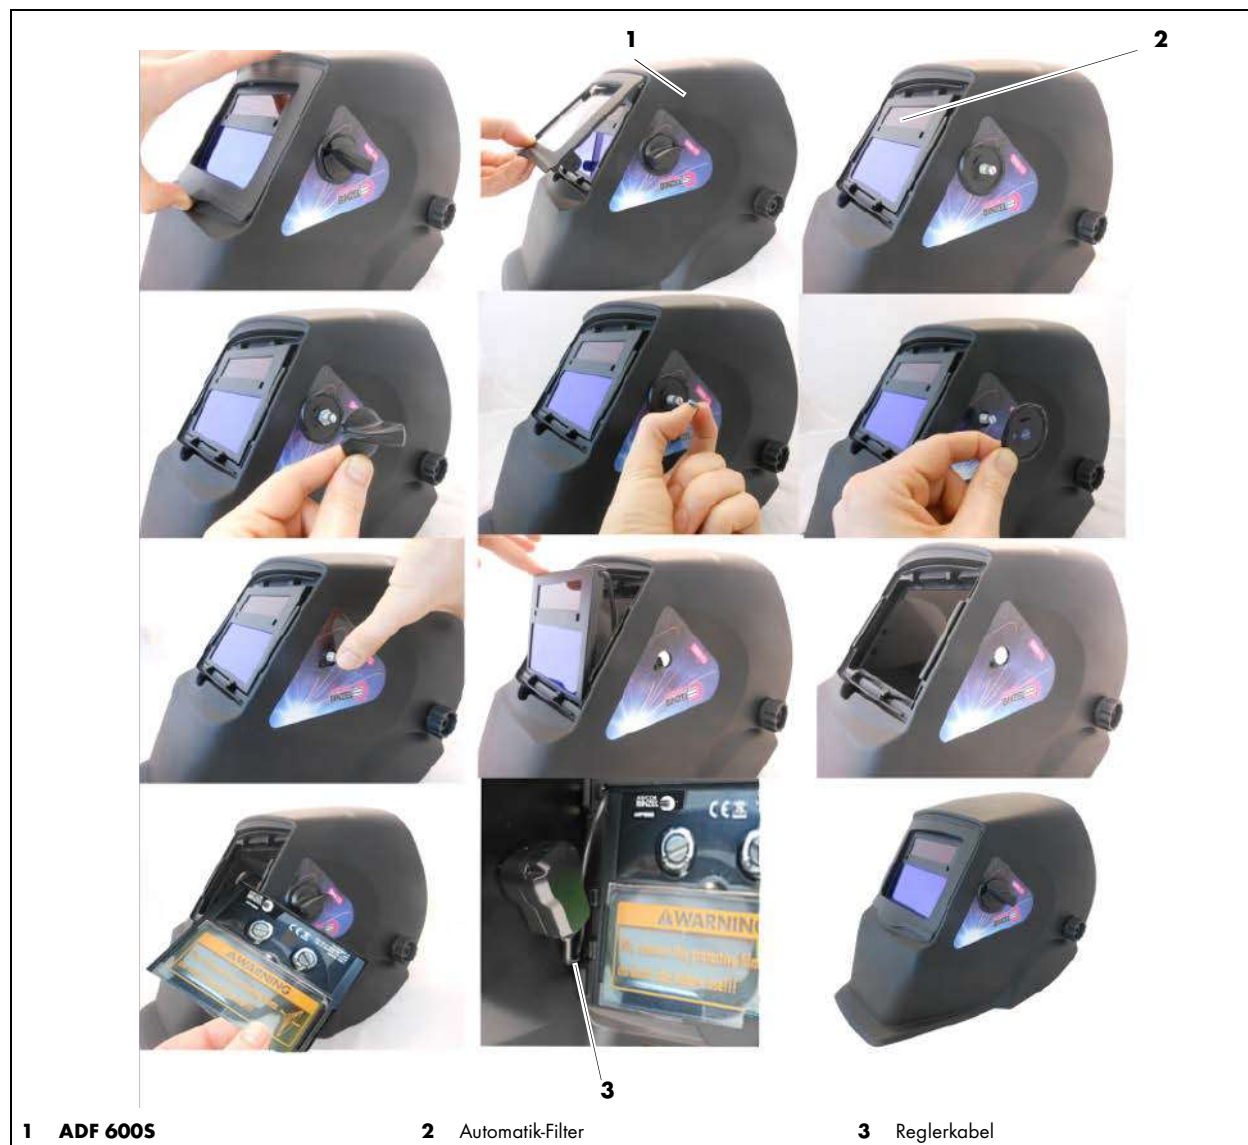

Abb. 11 Automatik-Filter austauschen
Automatikfilter (2) austauschen:	⇒ Abb. 11 Automatik-Filter austauschen auf Seite DE-18